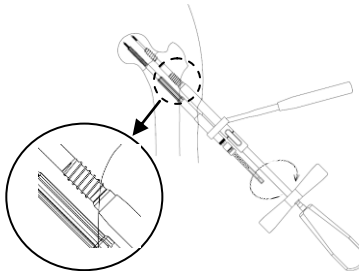
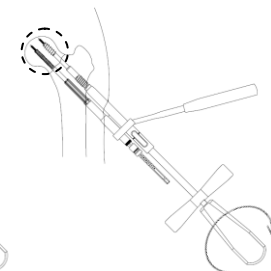

図 2-1-10
図 2-1-11
- 8) TLS 用バレルスクリュードライバーにてバレルスクリューを適位まで挿入し (図 2-1-10)、再度 TLS 用ラグスクリュードライバーにてラグスクリューを適位まで挿入させます。 (図 2-1-11)